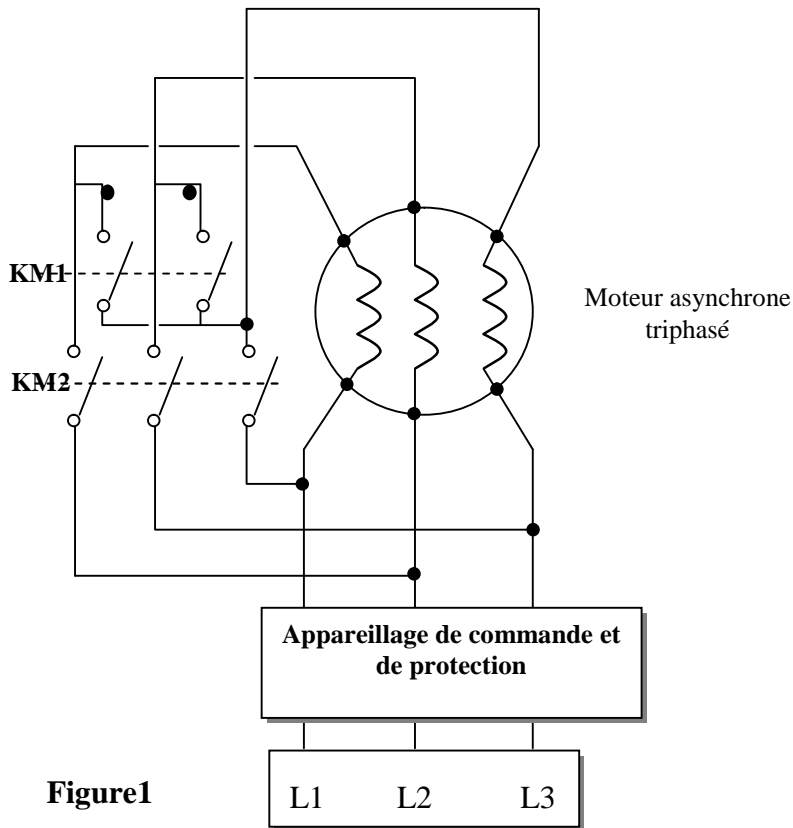

Figure1
**2-3- A partir du schéma de la figure 1 (voir dossier technique).**